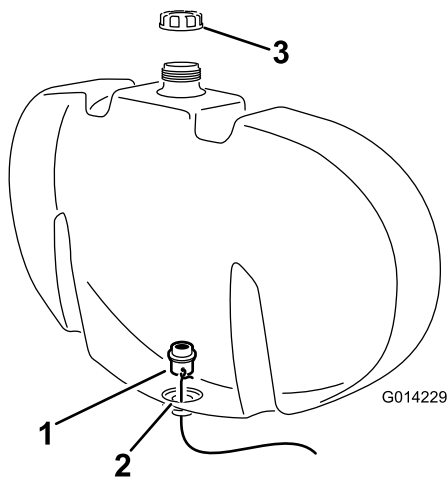

Bild 3
Hinweis: Führen Sie das Schottanschlussstück mit dem Draht zur Öffnung im Boden des Spülbehälters (Abbildung 3).
4. Bringen Sie das Schottanschlussstück in Position; achten Sie darauf, dass der O-Ring an der Innenwand des Spülbehälters anliegt (**Bild 3**)